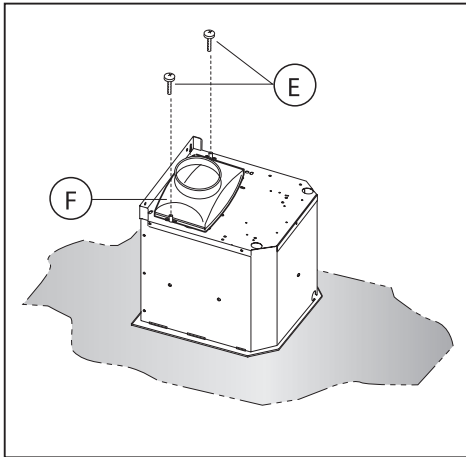

Fig.9
-Nel caso in cui il vostro prodotto è fornito di una flangia di raccordo, prima di fissare la cappa alla struttura, eseguire il montaggio indicato in Fig.9. Prendere la flangia di raccordo **F** e montarla nella parte superiore del gruppo di aspirazione della cappa con le 2 viti **E** (Fig.9).